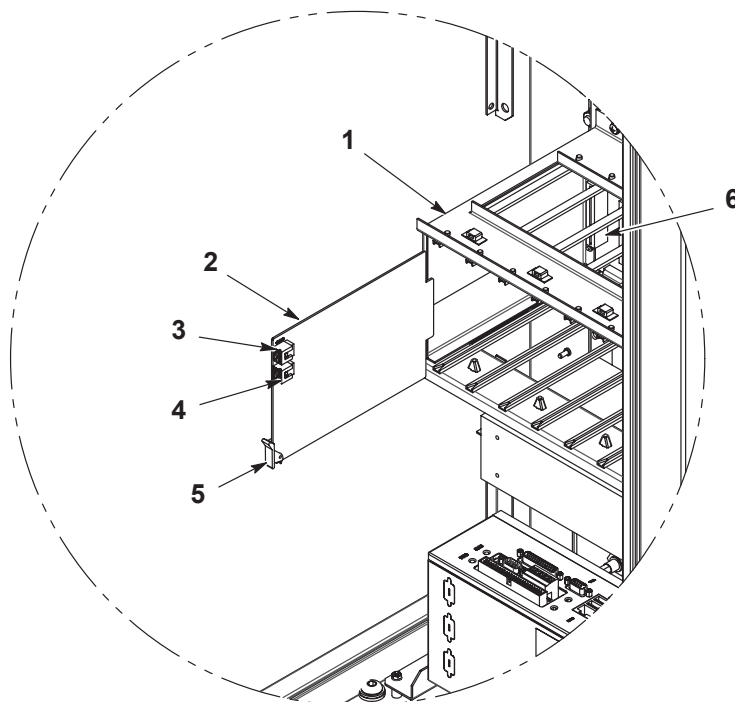

Figura 6-1 Sustitución de las tarjetas para el control de pistolas de aplicación
Ver la Figura 6-1. Las tarjetas para el control de pistolas de aplicación (2) están instaladas en la caja para tarjetas de izquierda a derecha. Cada tarjeta controla dos pistolas de aplicación: el receptáculo inferior es el número impar de pistola de aplicación; el receptáculo superior es el número par de pistola de aplicación.